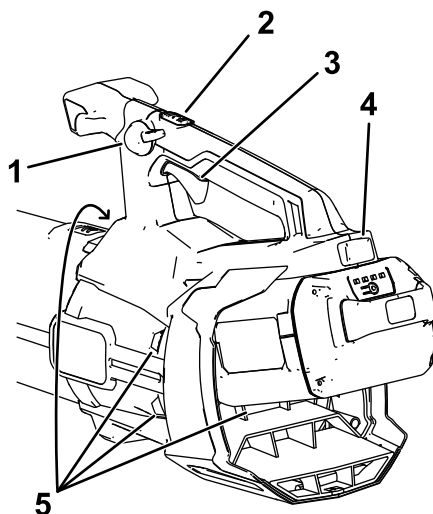

Figure 9
4. Pour mettre le souffleur en marche, serrez la gâchette de vitesse variable (Figure 9).
**Remarque:** Enclenchez le blocage de vitesse pour garder l'appareil en marche sans avoir à appuyer sur la gâchette de vitesse variable (Figure 9).
Pour régler le débit du souffleur en marche, serrez la gâchette de vitesse variable (Figure 9).
Pour maintenir le débit d'air actuel, engagez le blocage de vitesse (Figure 9).
Pour obtenir des performances maximales, appuyez sur la gâchette de vitesse variable, puis sur le bouton Turbo Boost pour activer la fonction Turbo Boost (Figure 9).
Pour arrêter le souffleur, déverrouillez le blocage de vitesse (le cas échéant) et relâchez la gâchette de vitesse variable (Figure 9).